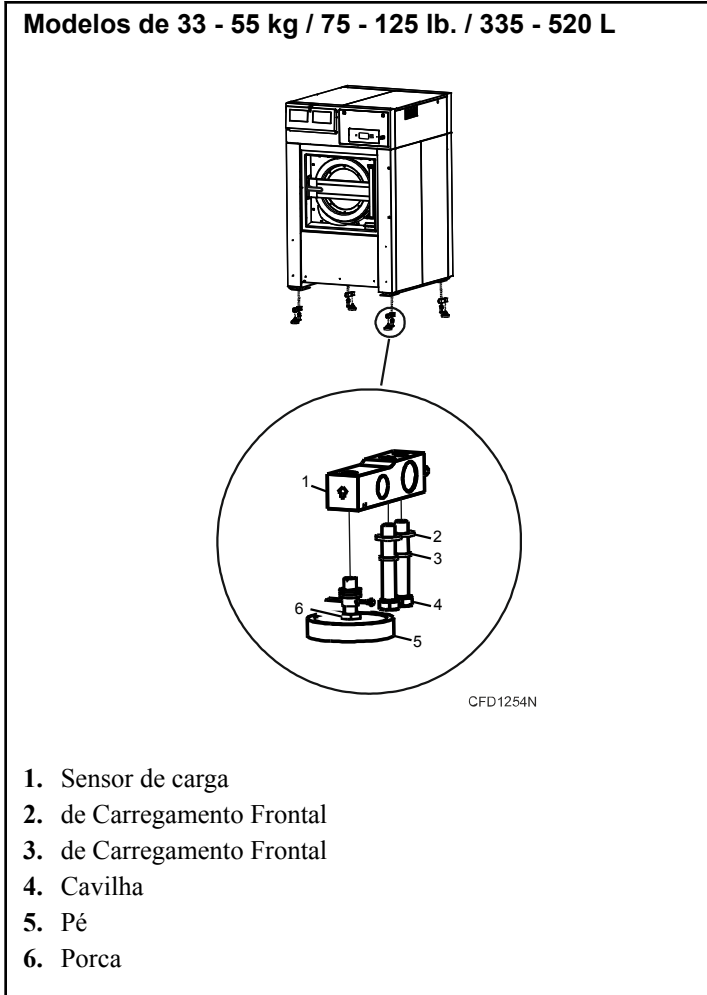
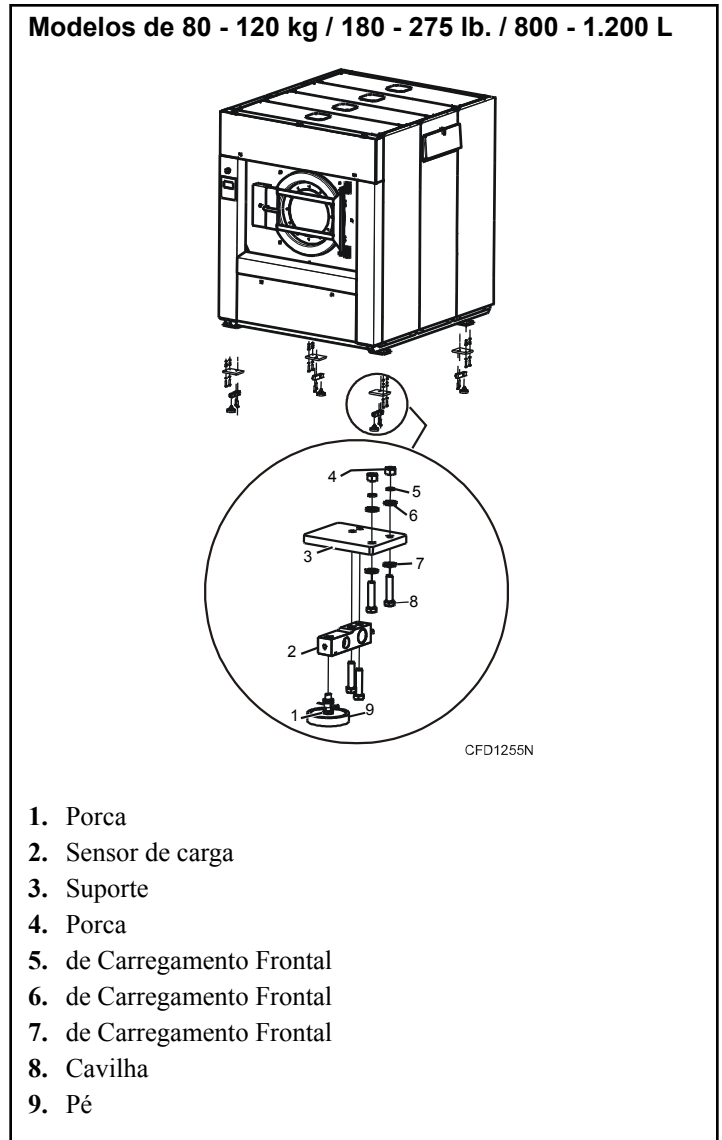

Figura 27
Figura 28
2. Instale dois sensores de carga. Consulte *Figura 27* ou *Figura 28*.